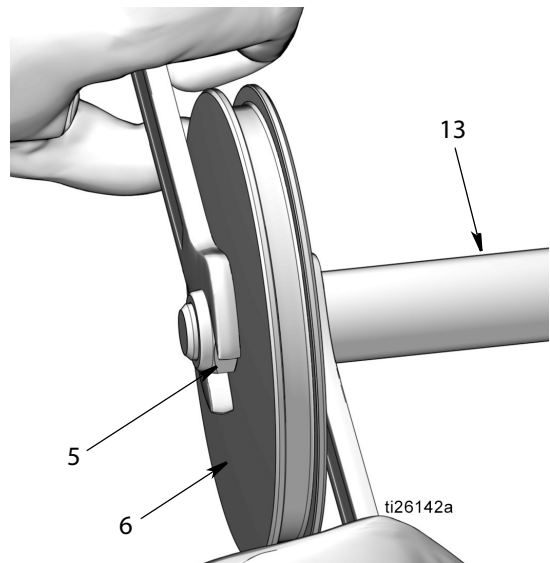

Рис. 48
- Накрутите гайку (5) поверх конца штока поршня (13). Используйте два гаечных ключа, действуя в противоположных направлениях, для затягивания гайки. Зафиксируйте один открытый конец гаечного ключа на лысках штока поршня, и используйте второй гаечный ключ для затягивания гайки (5), как показано на Рис. 48.
**ПРИМЕЧАНИЕ:** Открытый конец гаечного ключа, зафиксированный на лысках штока поршня, используется только для надежного удержания штока, **не допускается** проворачивать этот гаечный ключ. Движение этого гаечного ключа могло бы поцарапать или повредить поверхность поршня и стать причиной утечек жидкости во время работы насоса. Проворачивайте только гаечный ключ, удерживающий гайку (5), для затягивания гайки. Затягивайте гайку с усилием 15 - 17 футофунтов (20,3 - 23,1 Н•м).